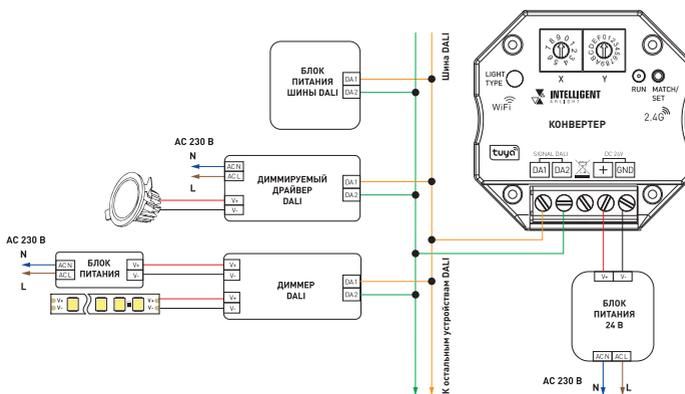

Рис. 1. Схемы подключения диммера
- 3.2. Подключите конвертер согласно схеме, приведенной на рис. 1.